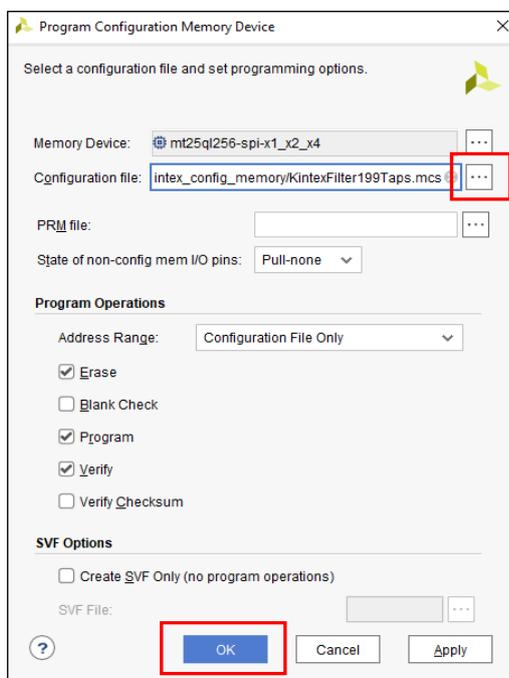

Рисунок 5 - Запуск процесса программирования микросхемы конфигурационной памяти MT25QL256.
- выбрать файл прошивки (.bin) для микросхемы конфигурационной памяти и запустить процесс программирования, нажав «ОК» рисунок 5.